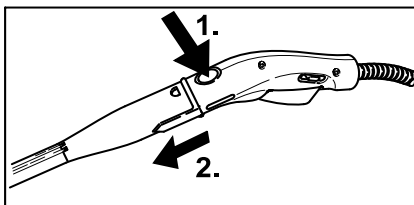

Figure 5
- Pour démonter les accessoires, appuyer sur la touche de déverrouillage (C2 ou D2) et déconnecter les pièces les unes des autres (voir Figure 5).